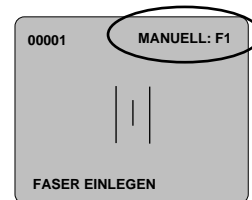

Abbildung 29
5.3 Prüfen Sie den LCD-Status, um sicherzustellen, daß das manuelle Spleißprogramm gewählt ist (siehe Abb. 29). Gegebenenfalls Arbeitsschritt 3.11 ausführen, um den manuellen Spleißbetrieb zu aktivieren.